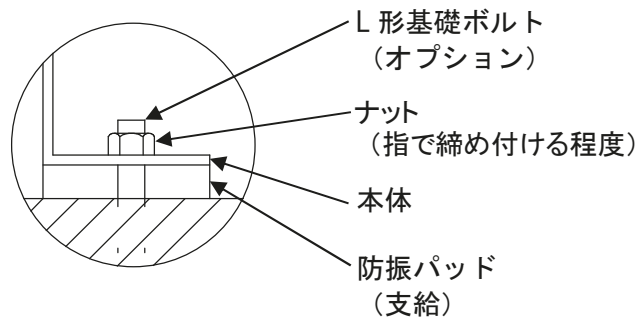

図 2-4 防振パッド取付要領
- ⑤ 据付の際は図 2-4 に示すように、基礎の上に付属の防振パッドを取付け、その上にユニットを据付けて下さい。基礎ボルトのナットは指で締め付ける程度で充分です。